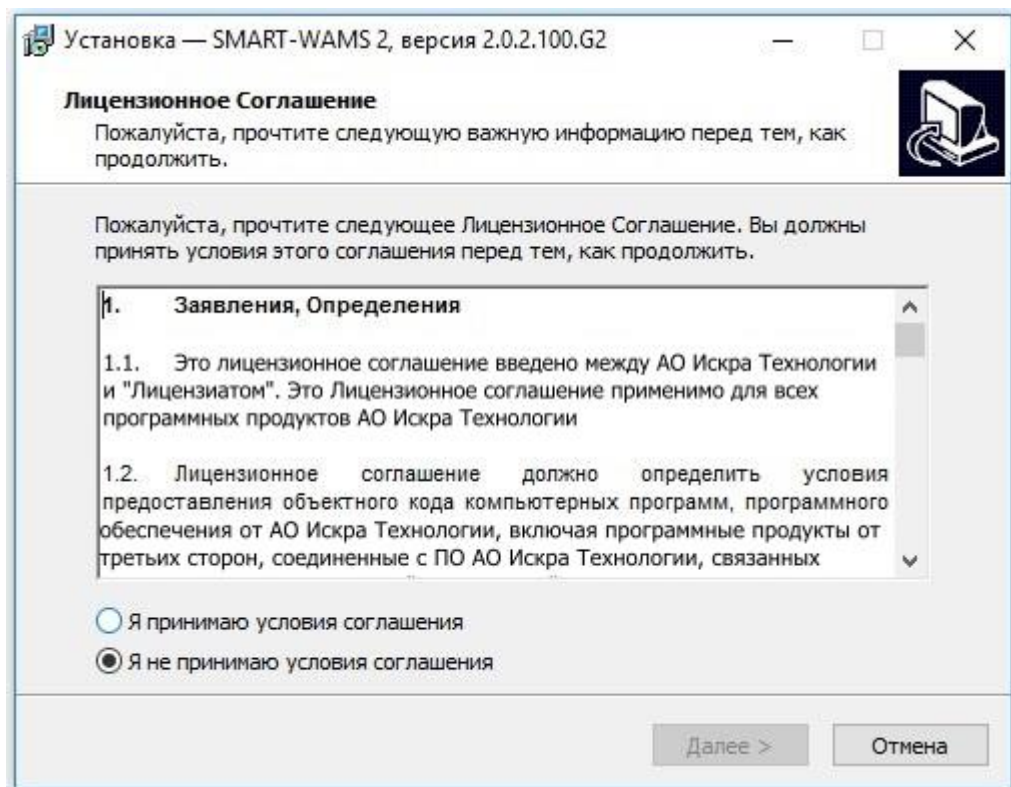

Рисунок 3. Лицензионное соглашение.
- Принять условия лицензионного соглашения (рисунок 3).